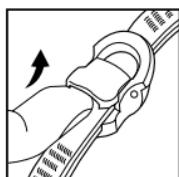
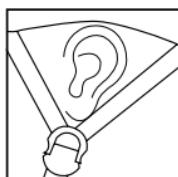

Fig. 2
Fig. 3
1. Öppna Cam-Lock-justeringsanordningarna (fig. 2). Sätt hjälmen på huvudet och för remmarna genom justeringsanordningarna tills de är i rätt läge enligt illustrationen i fig. 3 ovan.
3. Stäng och lås Cam-Lock-justeringsanordningarna. Fram- och bakremmarna ska mötas vid en punkt något under och framför öronen (utan att täcka dem) (fig. 3).